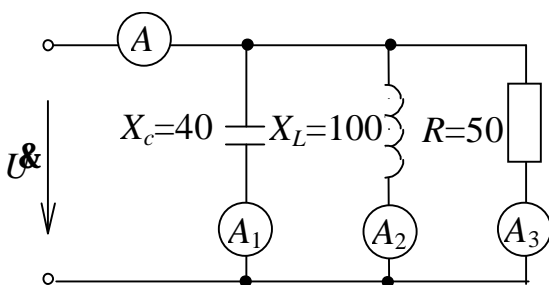

Рис. 5.2
**Задача 5.2.** Определить показания амперметров, если  $U = 220 \text{ В}$ . Параметры элементов указаны на схеме в Ом (рис.5.2). Построить векторную диаграмму токов и напряжений.